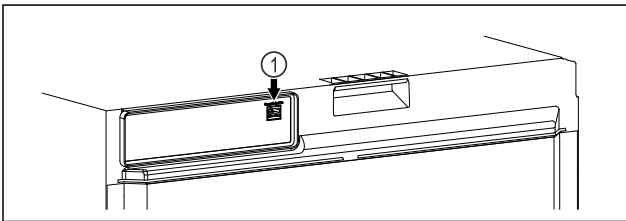

Fig. 101
- Използва се SmartModule Fig. 101 (1).